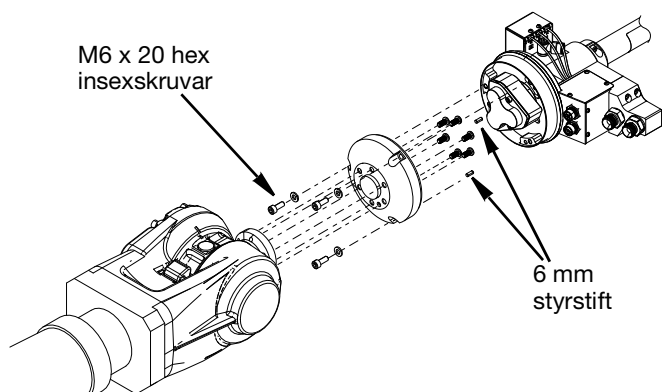

FIG. 2
2. Monteringsflänsen fästs sedan på Switch 3D-pistolen med tre M6x20 insexskruvar. Dra åt till 11,1 N•m (98,2 in-lbs). Det är viktigt att 6 mm styrstiften som medföljer setsen sätts in i rätt position. Se FIG. 2.